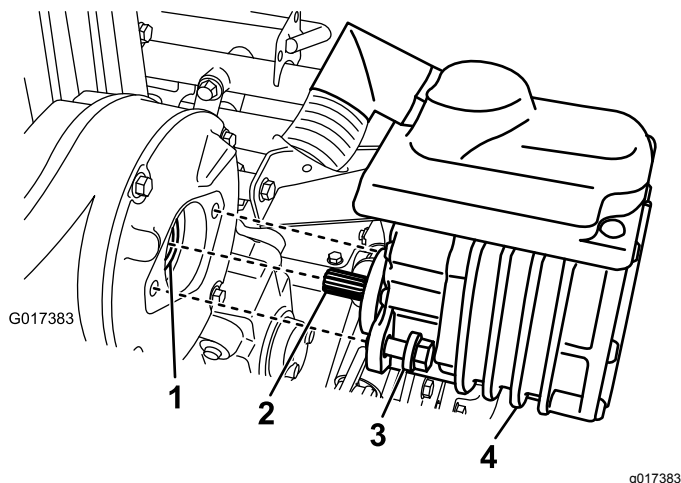

Figura 40
2. Retire los 2 pernos que sujetan el motor a la carcasa de la transmisión (**Figura 40**).
4. Añada 1 o 2 aplicaciones de grasa con una pistola de engrasar al acoplamiento hembra de la carcasa de la transmisión (**Figura 40**).